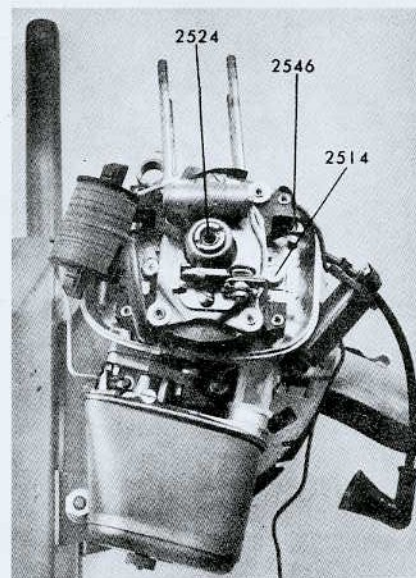
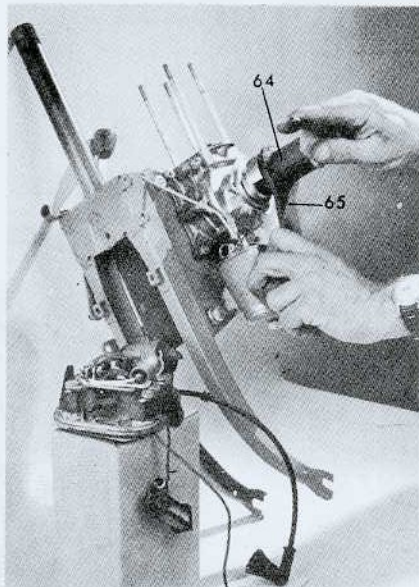
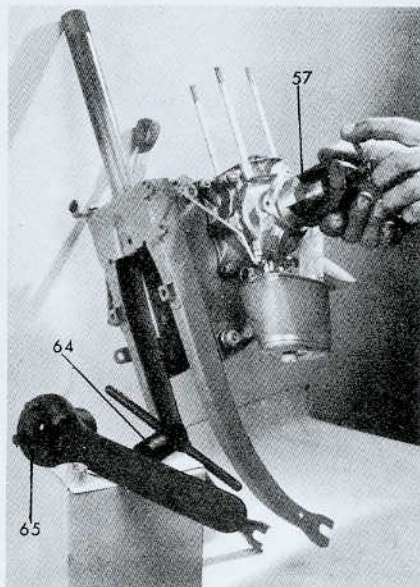

Figure 7
Figure 8
Figure 9
Dégrafer les bobines d'allumage et d'éclairage en retirant avec une pince plate les quatre ressorts de maintien réf. 2546. Dévisser les deux vis 2514 de fixation du stator (fig. 7).
**TRÈS IMPORTANT.** — Avant d'enlever le stator et après avoir retiré les bobines, relier les deux pôles par deux fers que l'on disposera comme indiqué figure 7 bis et qu'il vous sera facile de confectionner vous-même.
Figure 7 bis
Débloquer l'écrou de fixation du rotor réf. 2524 (fig. 7) avec la clé à barette A. B. G. réf. 64, tout en maintenant le rotor avec la clé de maintien A. B. G. réf. 65 (fig. 8). Une fois l'écrou réf. 2524 enlevé, décoller le rotor de son cône en utilisant l'arrache-rotor réf. 57 (fig. 9).